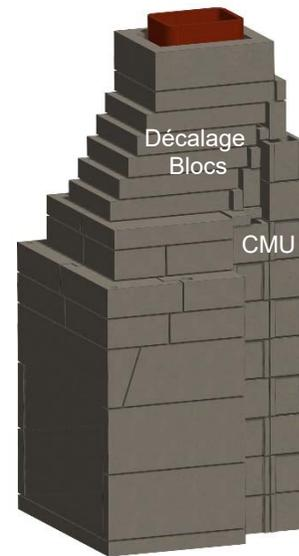

Figure 21. Blocs de décalage et support CMU
C. La cheminée est complétée en empilant autant de sections de conduit que nécessaire pour atteindre la hauteur de la cheminée. Le conduit de cheminée peut être soit droit à travers le plafond et à travers le toit, ou si le foyer est installé sur un mur extérieur, la cheminée peut être extérieure à la maison. Lorsque cela est nécessaire, des blocs de déviation peuvent être utilisés pour la cheminée et doivent être conçus pour soutenir structurellement la déviation avec des CMU ou des poteaux en acier fabriqués sur mesure et/ou des cornières capables de supporter le poids et la hauteur de la cheminée. Ne jamais dépasser un angle de 30 degrés lors de la déviation d'une cheminée. Voir la figure 21.